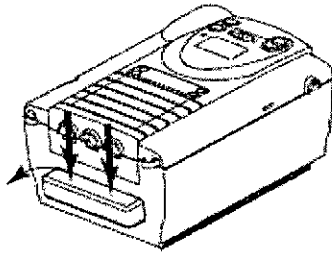

Figura 9-1 Extracción del filtro
2. Tal como se muestra en la figura 9-1, retire la tapa del filtro presionando suavemente